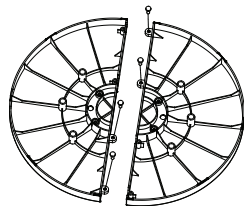

Рис. 1
- Вентилятор поставляется с разобранным основанием (1). Запрещается включать вентилятор без основания (1).
- Для сборки основания (1) используйте крестовую или плоскую отвертку (не входит в комплект поставки).
- Расположите корпус вентилятора (2) горизонтально.
- Соберите основание (1): совместите половинки основания (1) (рис. 1) и скрепите их, используя 4 шурупа.